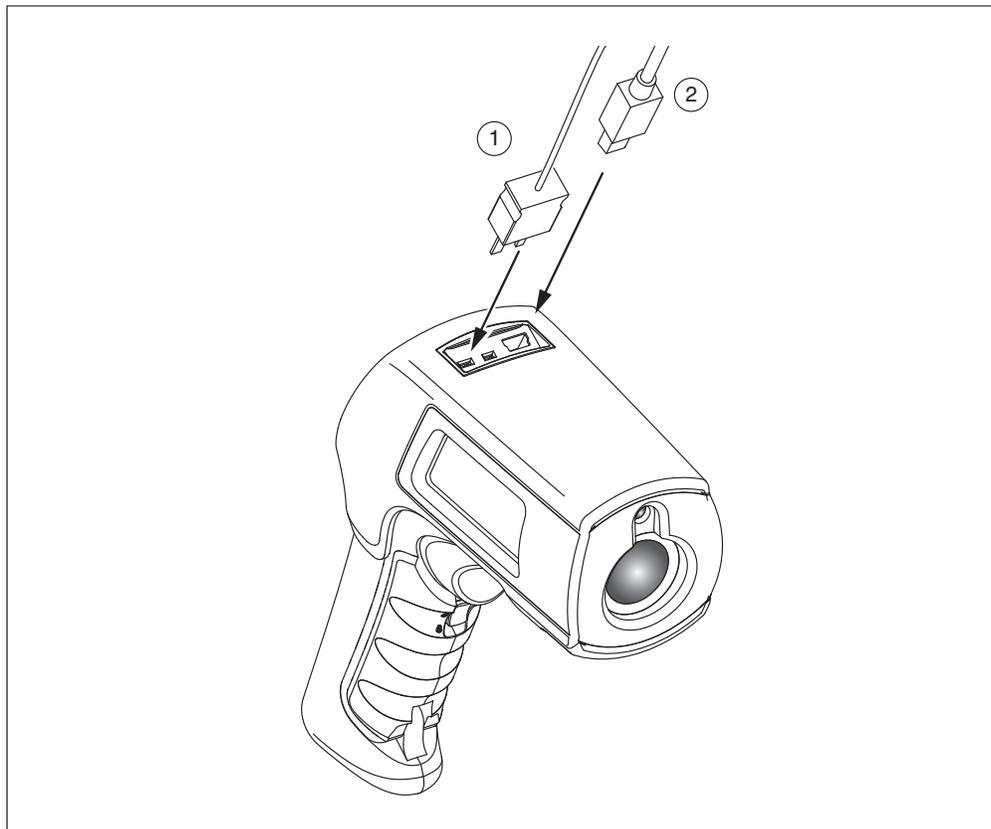

Figura 9. Connessioni termocoppia e USB
I dati immagazzinati del 568 possono essere scaricati su un personal computer (PC) attraverso il cavo USB incluso ed il FlukeView® Forms Documenting Software. Vedere la documentazione FlukeView® Forms per i dettagli. L'ingresso USB ② si trova sulla parte superiore del termometro vicino all'ingresso della sonda esterna ① (vedi Figura 9).
I termometri vengono forniti con una sonda termocoppia di tipo K a goccia. Le sonde sono collegate ai termometri attraverso l'ingresso della sonda posto nella parte superiore del termometro (vedi Figura 9).